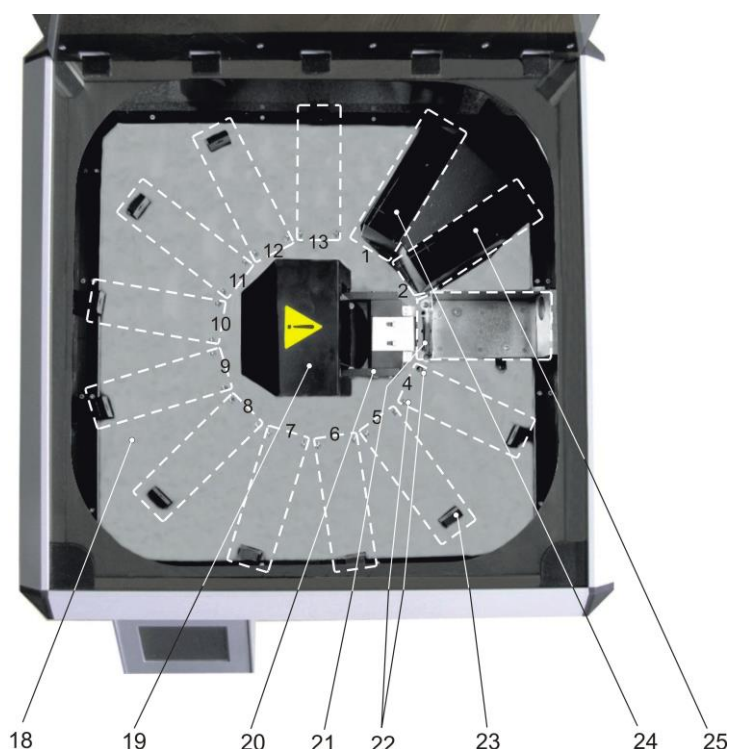

Рисунок 3. Рабочая камера автомата (вид сверху). Белыми пунктирными линиями и белыми цифрами обозначены рабочие зоны станций № 1-13.
В рабочей камере автомата (рисунок 3) имеется стол из нержавеющей стали (18) и манипулятор (19,20,21) для перемещения штативов. На столе расположены тринадцать станций: станция № 1 и № 2 задействована под сушку и вентиляцию (станция сушки, «СУШКА»), , станция № 3 – под проточную ванну (станция промывки, «ВОДА ПРОТОЧНАЯ») с датчиком перелива и электромагнитным клапаном подачи проточной воды. Описание под-